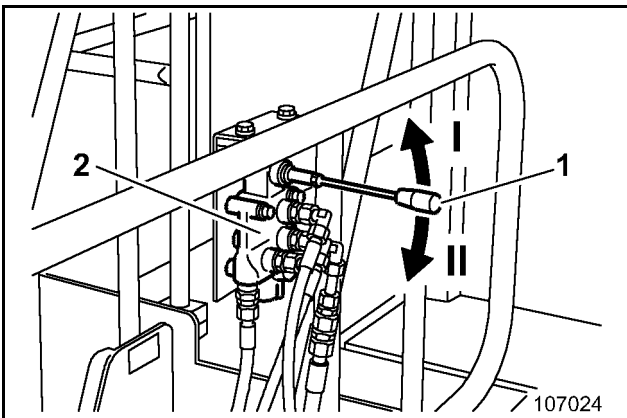

图 2-22:
- 将控制阀（2）上的操纵杆（图 2-22：中的 1）向上拉至位置“I”。
- 将控制阀（2）上的操纵杆（图 2-22：中的 1）向下推至位置“II”。